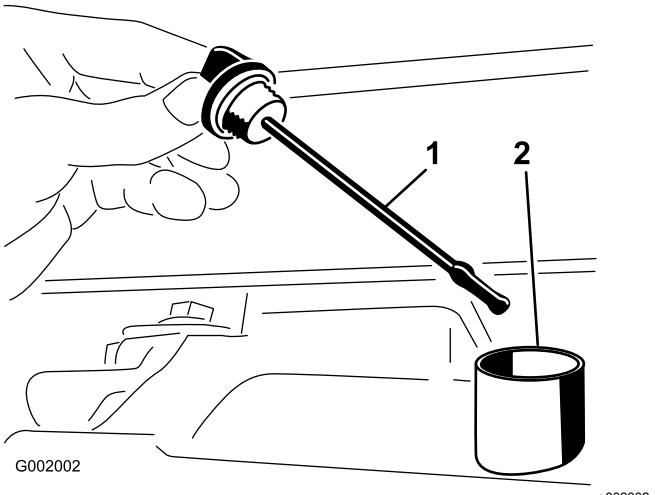

図 52
2. トランスアクスルのディップスティックを抜きウェスで一度きれいに拭く図 52。